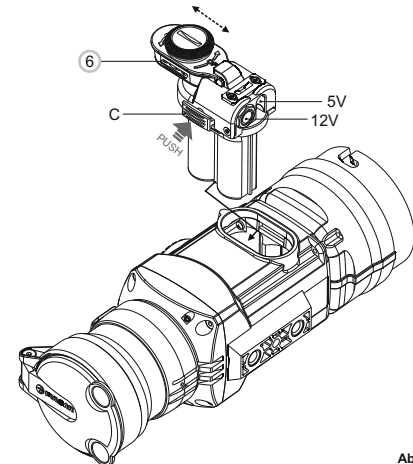

Abb. 3
- Stecken Sie den Adapter in den Batteriebehälter des Monokulars (**s. Abb. 3**) ein. Vergewissern Sie sich, dass die Klinken (**C**) des Adapters beidseitig geschlossen wurden.
- Befestigen Sie den Deckel (6) auf dem Adapter (**s. Abb. 3**).
- Schalten Sie das Gerät ein, indem Sie die Taste **“ON/OFF” (9)** kurz drücken.